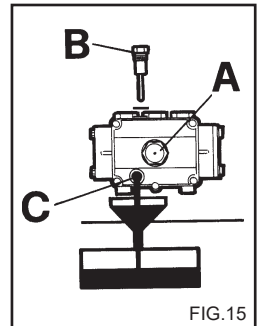

FIG.15
2) Skruva ur locket med oljesticken (fig. 15).